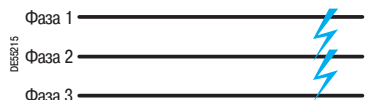

Рис. 2. Трехфазное короткое замыкание (5% случаев)
- **трехфазное короткое замыкание:** соответствует объединению трех фаз; обычно данный вид короткого замыкания вызывает токи наибольшей силы (см. рис. 2);